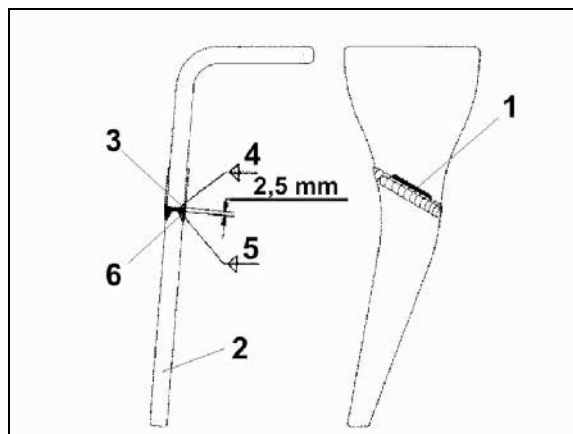

Рис. 69
2. Нанесите маркировку (Рис. 69/1) для разреза.
3. Разрежьте старый зуб по маркировке (Рис. 69/1).
4. Закрепите привариваемое острие (Рис. 69/2) посредством подварки корня (Рис. 69/3) на остатке зуба и дайте зубу остыть.
5. После заварки верхнего слоя (Рис. 69/6) зуб снова готов к работе.